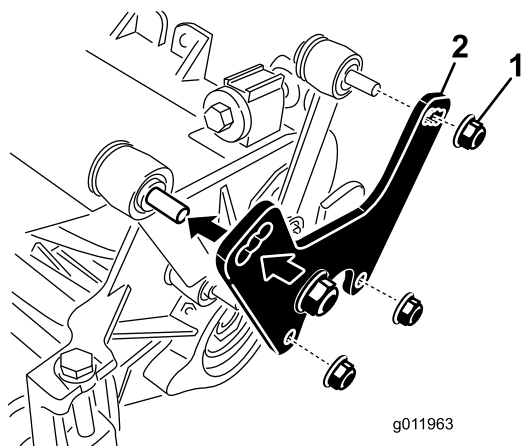

図 7
1. カッティングユニットのサイドプレートとキャリアフレームに昇降リンクを固定しているナットを外す 図 7。